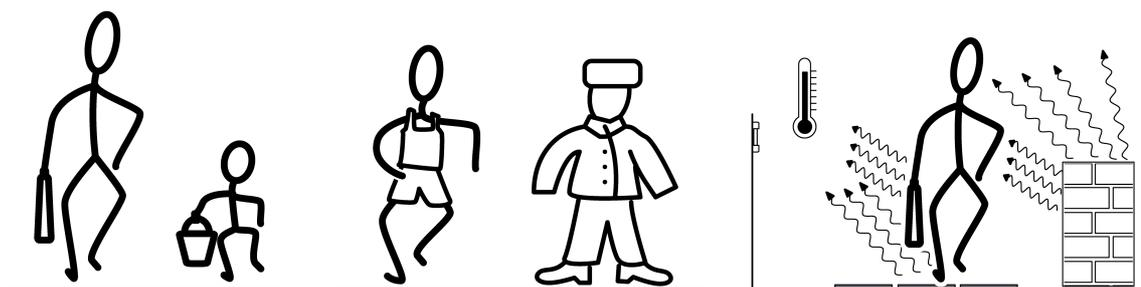

Figura 5: Dimensioni, isolamento e contrasto di fonti di calore
- Dimensioni della fonte di calore, per es. adulto o bambino (figura 5)
- Temperatura della fonte di calore: superfici con 37° C emettono delle radiazioni più intense di quelle a 10 °C (figura 5).
- Contrasto tra fonte di calore e ambiente circostante: se la fonte di calore irradia con la stessa intensità dell'ambiente circostante, il rilevamento è ovviamente più difficoltoso (figura 5).